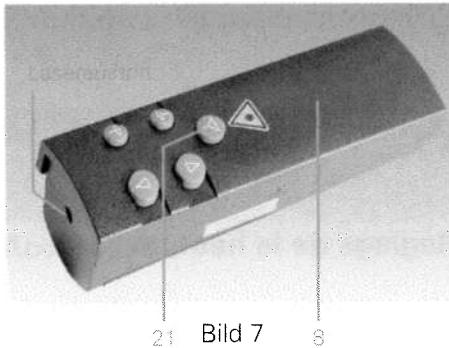

Bild 7
Der IR-Sender (Bild 7) des PRADOVIT P 600 IR ist mit einem Laser-Pointer ausgestattet. Durch Druck auf die Taste (21) wird der Laser eingeschaltet und erscheint als roter Punkt auf hinzuweisende Details.
The IR transmitter (Fig. 7) of the PRADOVIT P 600 IR is equipped with a laser pointer. Press button (21) to switch on the laser; it appears as a red dot which can be pointed to details on the projected picture.
L'émetteur IR (figure 7) du PRADOVIT P 600 IR est équipé d'un pointeur laser. Il est activé après avoir appuyé sur la touche (21) et apparaît sous la forme d'un point rouge sur les détails à mettre en valeur.